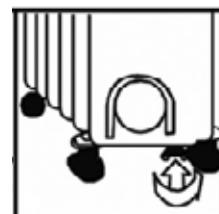

Fig. 4
4. Fixați clema utilizând o piuliță fluture (Fig. 4) pentru a stabiliiza unitatea și a preveni răsturnarea ei.